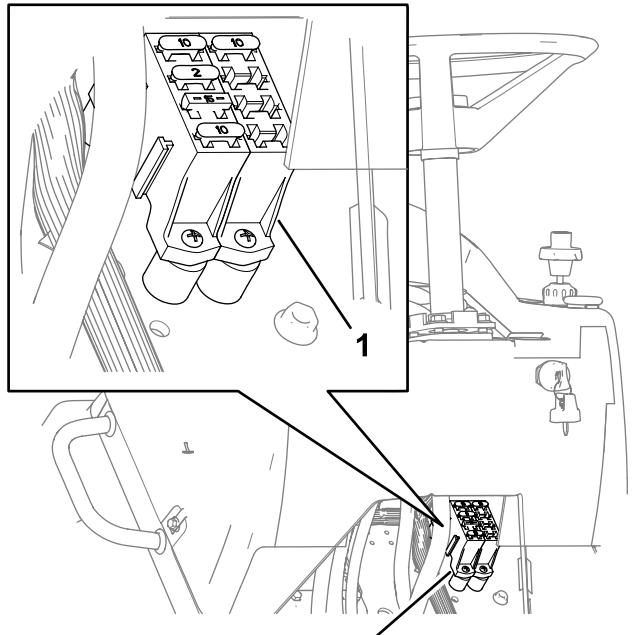

Figure 61
- Remplacez le fusible grillé dans le porte-fusibles par un fusible neuf d'intensité équivalente (Figure 61).